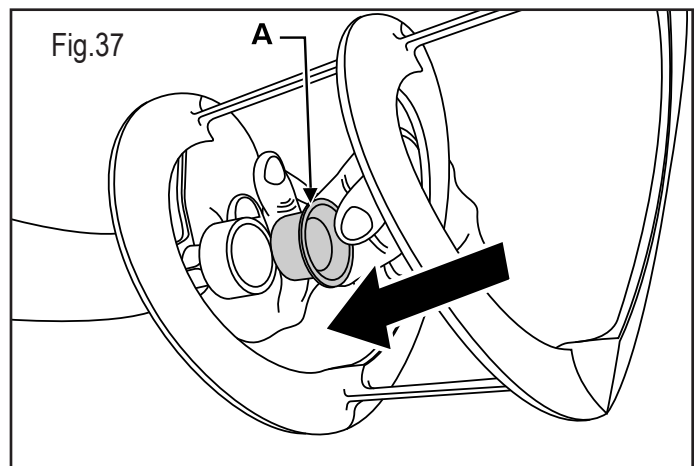

Fig.37
Instalar la junta (A) en la pala espiral procediendo de la manera ilustrada en la fig.37.